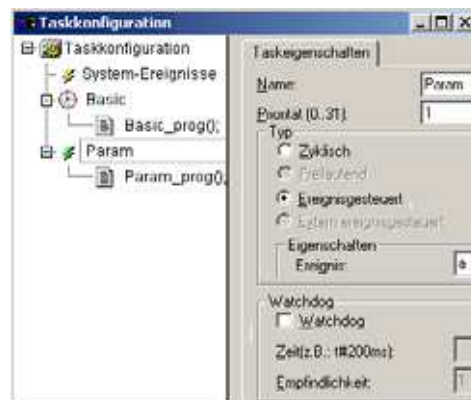

Abbildung 32: Ereignisgesteuerte Task anlegen
- ▶ Legen Sie eine Task vom Typ „ereignisgesteuert“ mit dem Namen „Param“ gemäß Abbildung 32 an.